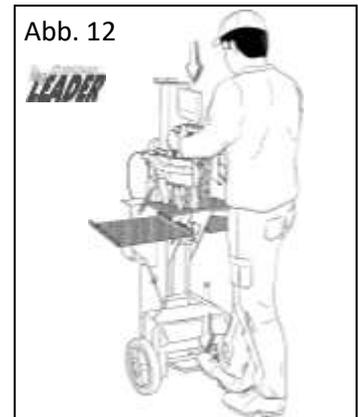

Abb. 12
2. **Arbeitsschritt:** mit einem Fuß das Pedal unten (Abb. 12) drücken. Das Pedal sollte schnell und kräftig gedrückt werden.